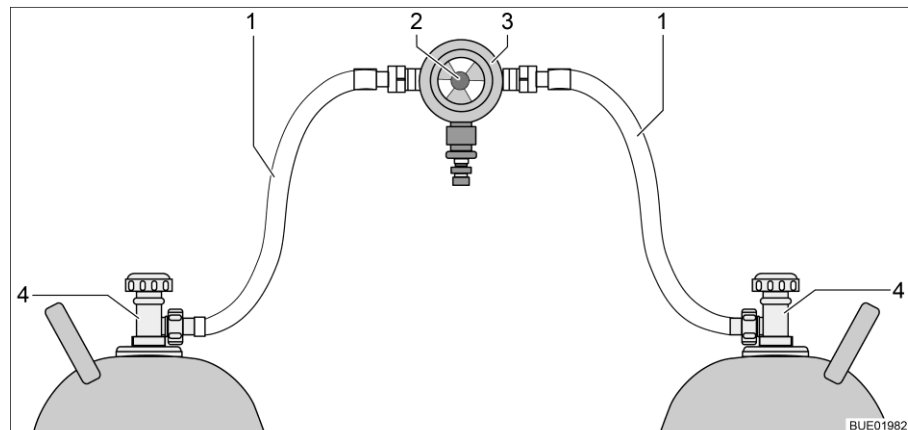
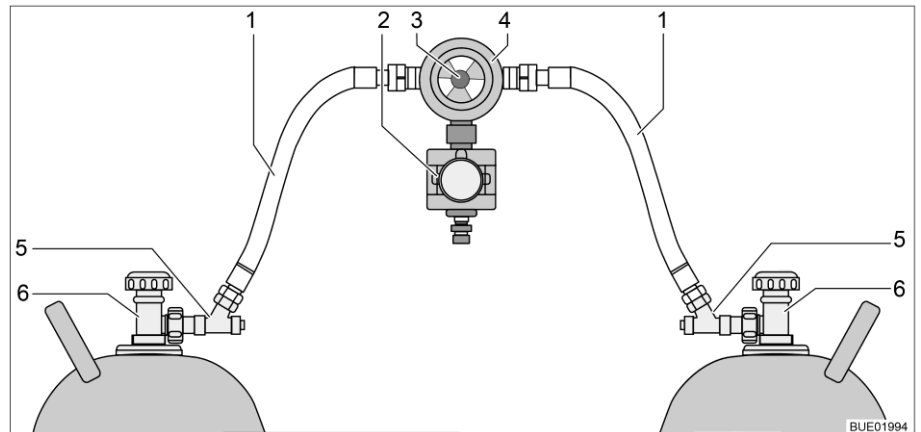

Bild 172 Gasflaschen-Umschaltanlage
Bild 173 Gasflaschen-Umschaltanlage mit CPU
Die Gasflaschen-Umschaltanlage besteht aus einem kombinierten Gasdruckregler mit Umschaltventil und Anzeige (Bild 172,3). Die Gasflaschen-Umschaltanlage ist zwischen den beiden Gasschläuchen (Bild 172,1) montiert.
Die Gasflaschen-Umschaltanlage besteht aus einem kombinierten Gasdruckregler mit Umschaltventil und Anzeige (Bild 173,4) und einem Elektroventil (Bild 173,2). Das Elektroventil sperrt bei Vollbremsung, Unfall oder ungewöhnlich großer Schräglage die Gaszufuhr zum Fahrzeug. Die Gasflaschen-Umschaltanlage ist zwischen den beiden Gasschläuchen (Bild 173,1) mit Schlauchbruchsicherungen (Bild 173,5) montiert.
Mit dem Drehknopf (Bild 172,2 bzw. Bild 173,3) an der Gasflaschen-Umschaltanlage lässt sich bestimmen, welche der Gasflaschen als Betriebsflasche und welche Gasflasche als Reserveflasche verwendet wird.
An der Bedieneinheit (Bild 174) können nur die elektrischen Funktionen geschaltet werden. Die Haupt-Absperrventile der Gasflaschen (Bild 172,4 bzw. Bild 173,6) müssen von Hand geöffnet oder geschlossen werden.
- Haupt-Absperrventile an den Gasflaschen (Bild 172,4 bzw. Bild 173,6) öffnen.
- Schlauchbruchsicherungen (Bild 173,5) nacheinander 10 Sekunden lang drücken.
- Mit dem Drehknopf (Bild 172,2 bzw. Bild 173,3) an der Umschaltanlage die Gasflasche wählen, der vorrangig das Gas entnommen werden soll (Betriebsflasche). Drehknopf immer bis zum Anschlag drehen.
- Haupt-Absperrventile an den Gasflaschen (Bild 172,4 bzw. Bild 173,6) schließen.